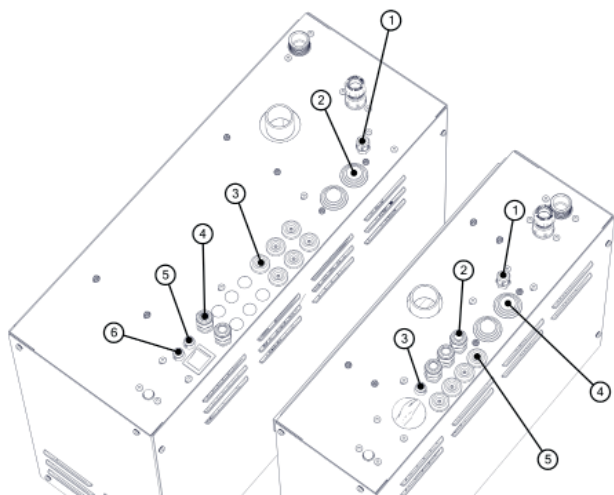

Fig. 13
La Fig. 13 illustre tous les passages de câbles et les fusibles des modèles Home et Commercial:
*Home (Fig. 13)*
*Commercial (Fig. 13)*